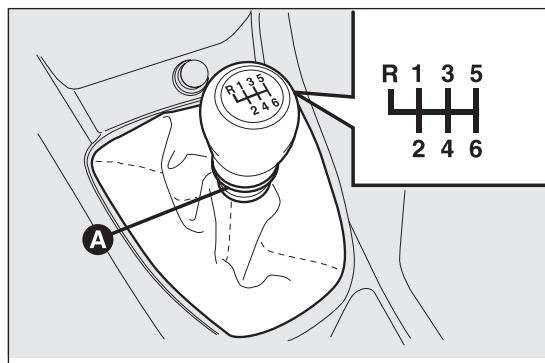

fig. 121 - Versiones 2.0 Multijet (donde esté previsto)
Para engranar las marchas, pisar a fondo el pedal del embrague y colocar la palanca de cambios en la posición deseada (el esquema para acoplar las marchas se encuentra en la empuñadura de la palancafig. 120 fig. 121).
- ☐ mover la palanca hacia la izquierda y luego hacia delante (versiones 2.0 Multijet - para versiones/países, donde esté previsto) fig. 121.